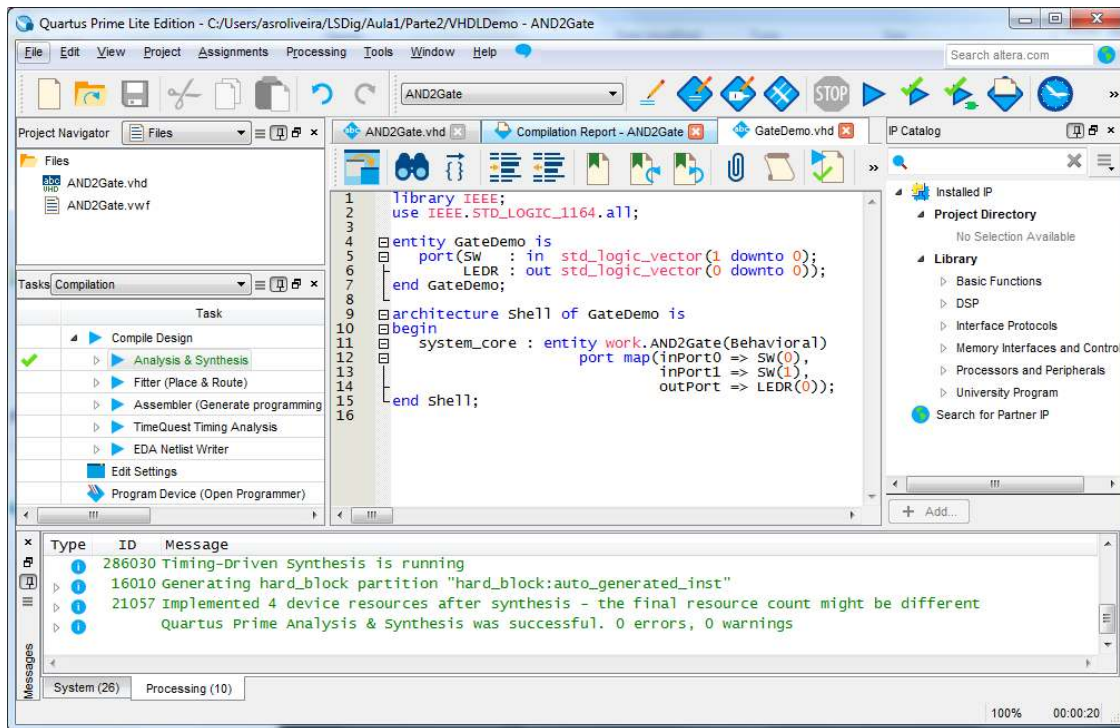

Figura 40 – Código fonte do módulo *top-level* (“GateDemo.vhd”).
11. Crie um novo ficheiro VHDL, chamado “GateDemo.vhd”, que irá servir para instanciar a porta lógica que acabou de descrever nos pontos anteriores e associá-la a pinos concretos da FPGA do kit de desenvolvimento que vai usar para a testar. Introduza o código VHDL mostrado na Figura 40 no ficheiro que acabou de criar, para instanciar a porta lógica e ligá-la a pinos adequados da FPGA (neste caso as entradas vão ser ligadas a interruptores e a saída ligada a um LED). Após editar, grave o ficheiro com o nome “GateDemo.vhd”.